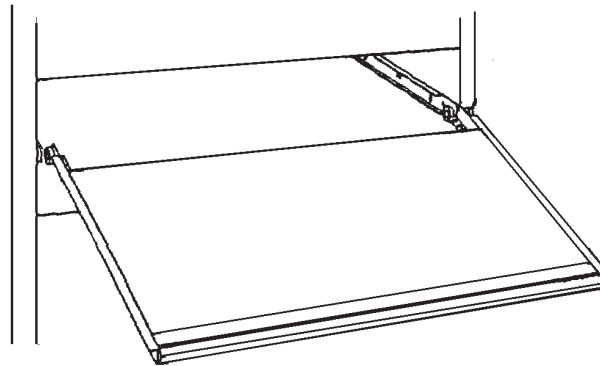

FIG. 24
24) To install drawer and the trays, tilt down slightly and place wheels in cabinet side slides. Raise to level and push in. See FIGURE 24.
24. Pour installer le tiroir et les plateaux, inclinez-le légèrement et placez les roulettes dans les coulisses latérales du meuble. Relevez-le pour le placer à l'horizontale et enfoncez-le. Voir la FIGURE 24.